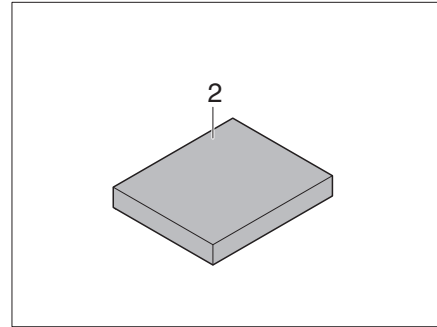

Bild 191 Zusatzpolster
- Zusatzpolster (Bild 191,2) in die Mitte auf den Tisch legen.